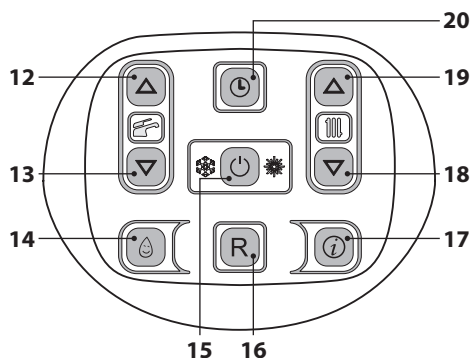
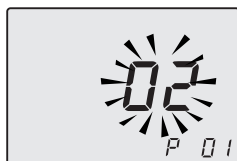

Figura 8.3
Figura 8.4
- Entrare in "modalità programmazione" premendo contemporaneamente per 10 secondi i tasti 15 - 18 - 19 (Figura 8.3) fino a far apparire sul display LCD le lettere **P01** e il valore del parametro, indicanti l'entrata nel "parametro 01" (Figura 8.4).
- Premendo il tasto 15 (Figura 8.3) si ottiene la conferma del valore inserito.